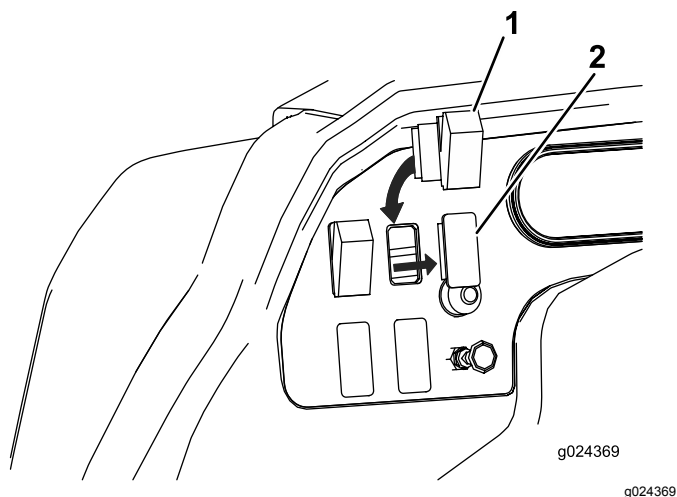
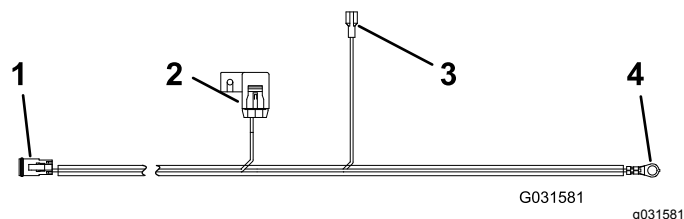

Figure 2
Figure 4
1. Acheminez le faisceau de l'interrupteur montré à la Figure 4 dans le véhicule le long du faisceau existant, en commençant par l'avant.
2. Insérez l'interrupteur, partie arrondie en haut, dans le trou de la planche de bord et branchez le faisceau à l'interrupteur (Figure 2 et Figure 4).
1. Branchez le connecteur du porte-fusibles (Figure 4) au porte-fusibles du véhicule et installez un fusible de 15 A.